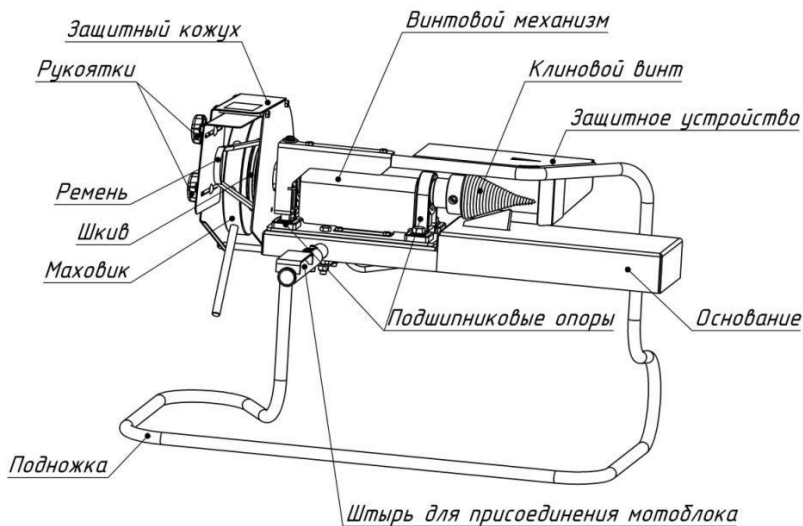
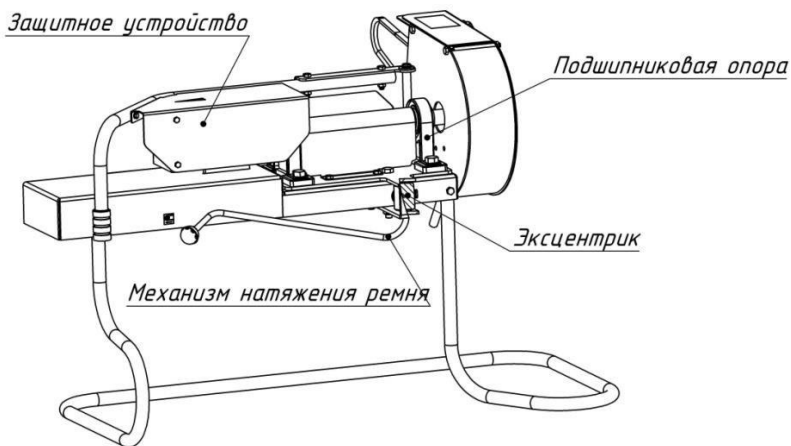

Рис.1
Рис.2
Дровокол (рис. 1, 2) - это навесное оборудование к мотоблокам «Нева», предназначен для колки дров методом ввинчивания клинового винта.
НАЗНАЧЕНИЕ ОСНОВНЫХ СОСТАВНЫХ ЧАСТЕЙ ДРОВОКОЛА (рис. 1, 2)
- 5) Установите подножку на место, согласно рис.1 и рис. 2;